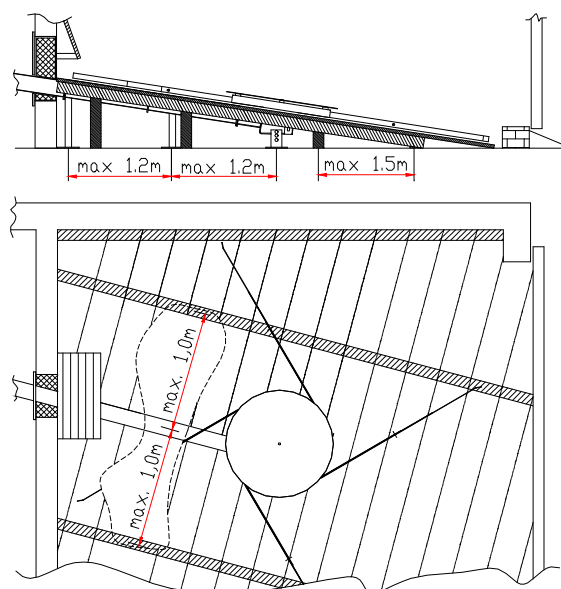

Abb.11
16. Avec des copeaux un plancher n'est pas obligatoire. Par contre avec du grain énergétique ou des pellets, il est préférable d'installer un plancher. Le plancher en bois ou en béton est à fabriquer par le maître d'œuvre. Pour un plancher en bois, on utilisera des planches rabottées ou des plaques stratifiées de 3 cm d'épaisseur. La structure sous le plancher est réalisée en poutres de section 10 x 10 cm. Voir Abb.11. Les pieds doivent être posés sur du béton ou de la tôle. La distance entre les ressorts et le plancher doit être de 15 à 20 mm. Pour un plancher en béton il faut laisser un espace libre de 2-3 cm entre le plancher et le canal de la vis.